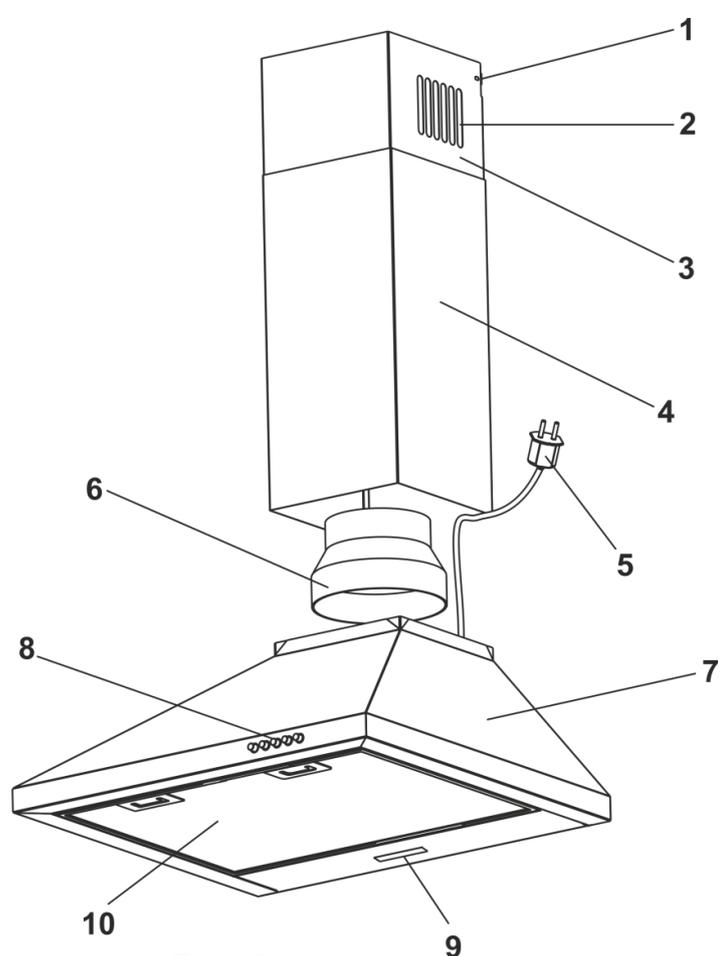

Рис.3
5.4 Витяжка складається з наступних складових частин (**рис.3**):